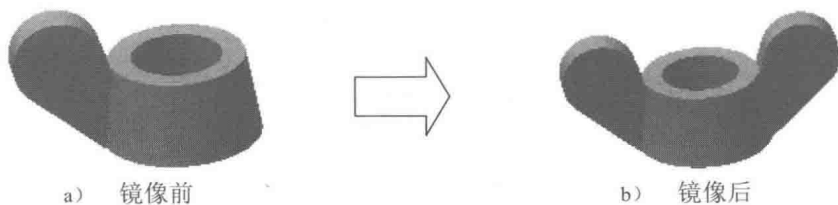

图 2.6 镜像 1
Step4. 创建图 2.6 所示的镜像 1。
(1) 选择命令，在 **阵列** 区域中单击“镜像”按钮 。
(2) 选取要镜像的特征。在图形区中选取要镜像复制的拉伸特征 1（或在浏览器中选择“拉伸 1”特征）。
(3) 定义镜像中心平面。单击“镜像”对话框中的  镜像平面按钮，然后选取 YZ 平面作为镜像中心平面。
(4) 单击“镜像”对话框中的  确定按钮，完成镜像操作。